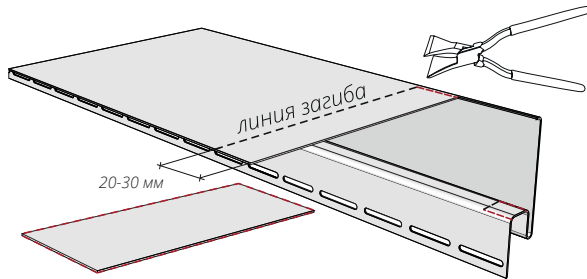

Рисунок 59
15.8 Подогните лепестки (Рис. 59, 60), используя клещи под угол 90° .